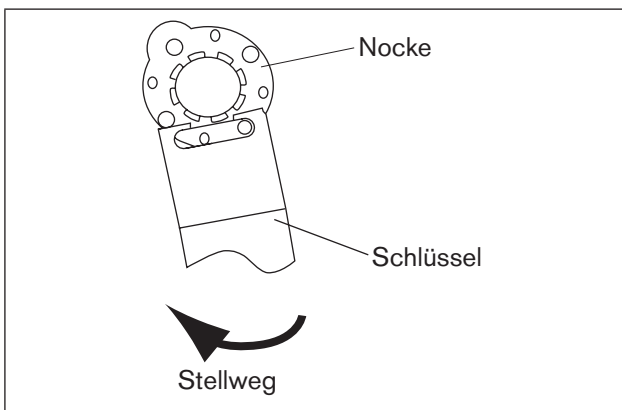
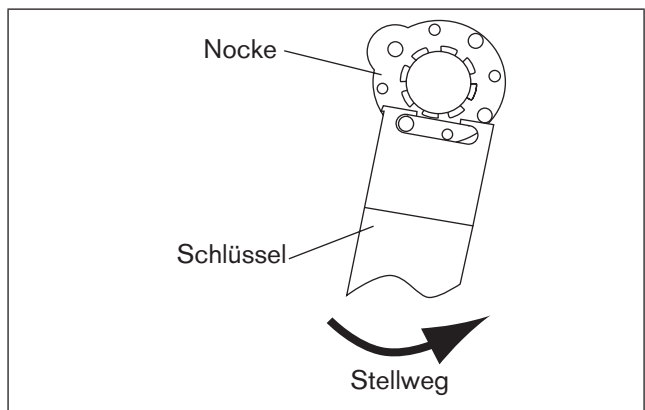

Bild 12: Endschaltereinstellung im Uhrzeigersinn
Bild 13: Endschaltereinstellung gegen den Uhrzeigersinn
- Die beiden oberen Nocken mit Hilfe eines geeigneten Schlüssels einstellen (siehe „Bild 12“ und „Bild 13“).